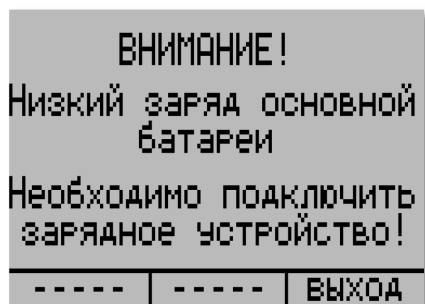
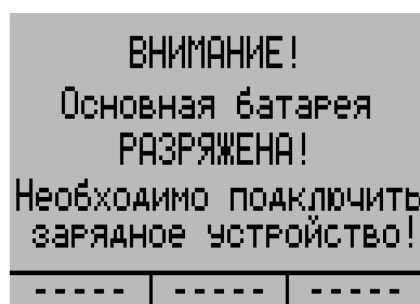

Рисунок 2.1
Рисунок 2.2
2.4.2.4 Первое сообщение (рисунок 2.1) выводится на экран дисплея, когда величина остаточного заряда БЭ порядка 5% (напряжение БЭ 4,5В). При достижении 1% (напряжение БЭ 4,1В), на дисплее появится второе сообщение (рисунок 2.2).